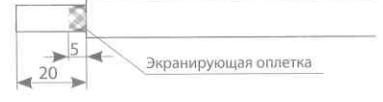

Рис. 8
5.2.1. Разрезать ножом и снять оболочку со второго конца нагревательной ленты. Подрезать экранирующую оплетку, оставив не более 5 мм (см. рис. 8).